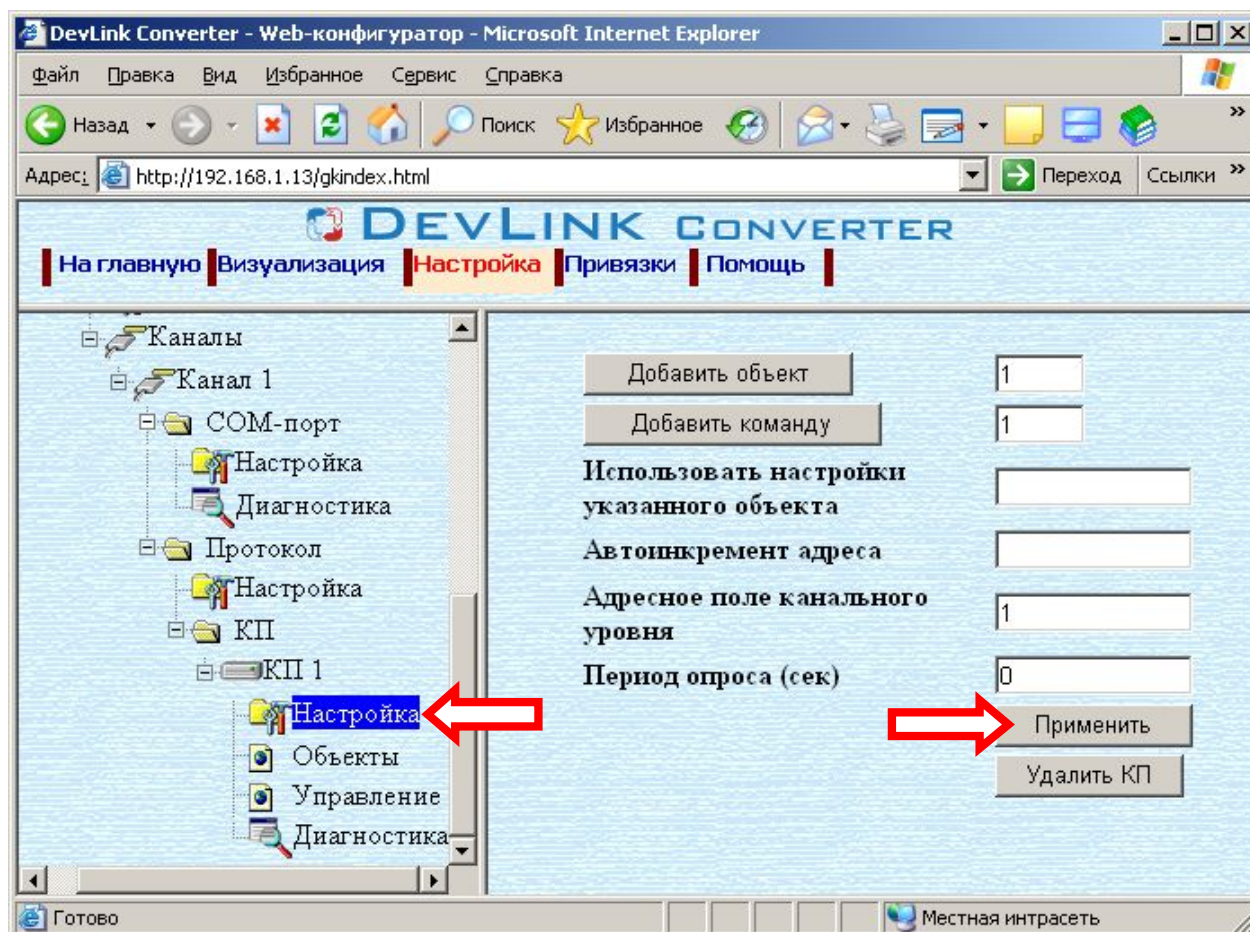

Рисунок 3.12 – Настройка КП
- Выберите в дереве объектов *папку «Настройка»* КП нужного КП (рисунок 3.12). В результате в правом фрейме (фрейм «Настройка») конфигуратора появятся соответствующие элементы управления